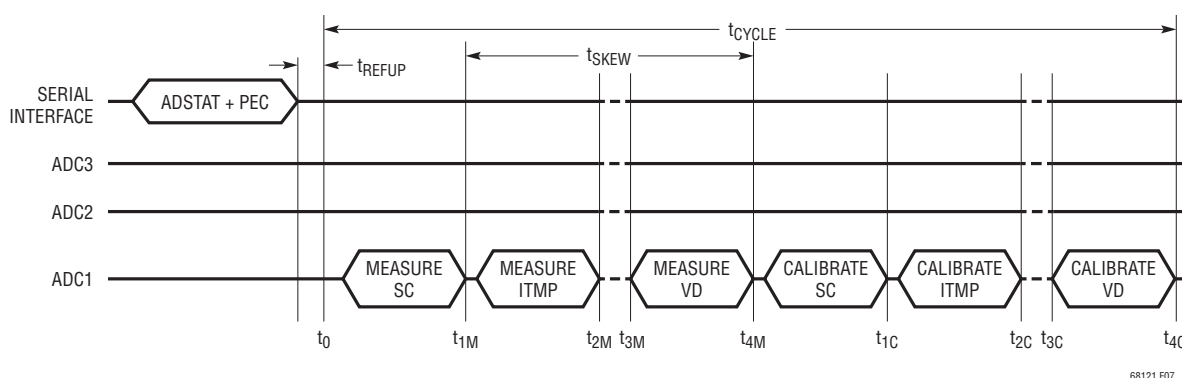

図 7. SC、ITMP、VA、VD を測定する ADSTAT コマンドのタイミング
ル合計測定値 (SC)、内部ダイ温度 (ITMP)、アナログ電源電圧 (VA)、およびデジタル電源電圧 (VD) です。これらのパラメータについて、以降のセクションで説明します。前述した8つの ADC モードは、全てこれらの変換で使用できます。ADSTAT コマンドのフォーマットについては、コマンドのセクションを参照してください。4つの内部デバイス・パラメータ全てを測定する ADSTAT コマンドのタイミングを図7に示します。